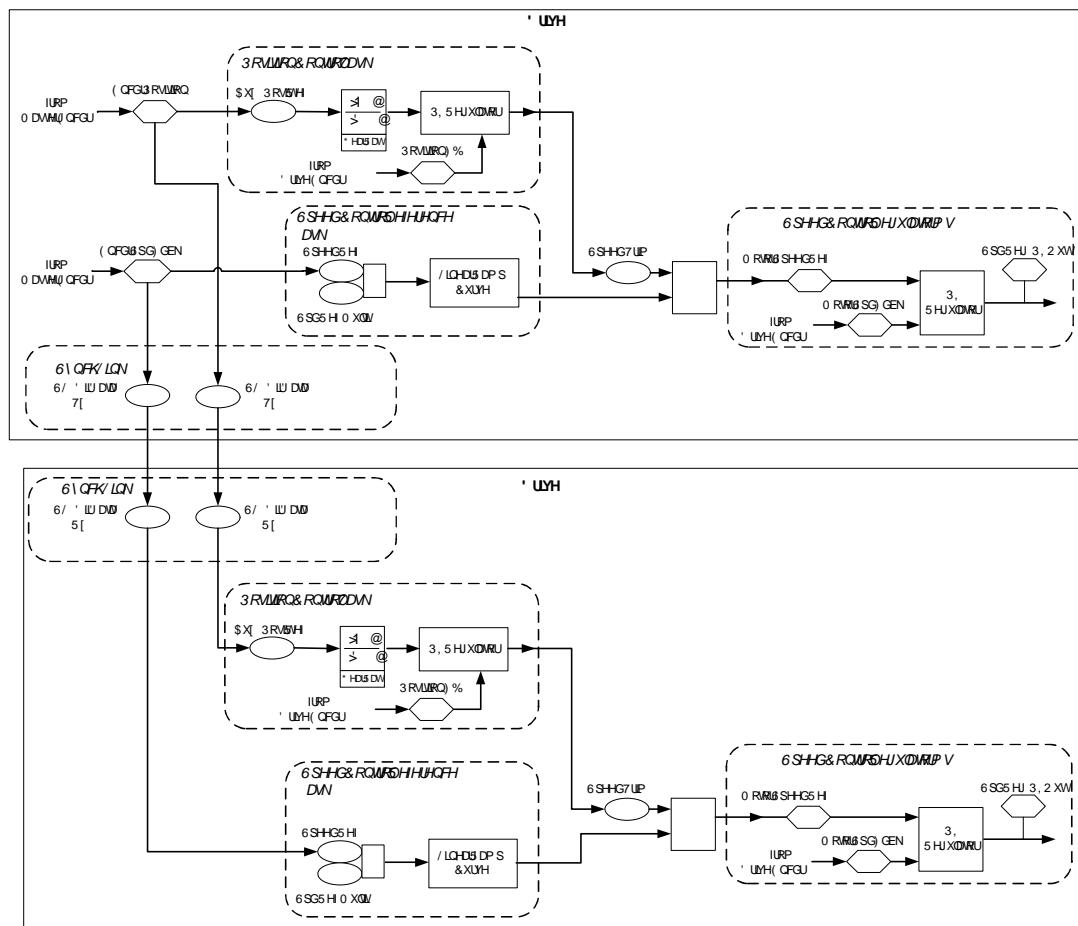

图 6-16 齿轮比跟随 SynchLink 功能的逻辑框图
1. 实验背景：在主从齿轮比多变频器系统中，带有 SynchLink 功能的 PowerFlex ® 700S Phase II 是一款性能非常杰出的控制设备。SynchLink 功能是在 PowerFlex ® 700S Phase II 中完成的，而不是在 DriveLogix 中，因此 DriveLogix 就无需使用 SynchLink。这样可以大大节约成本并省去了部分的安装工作。在所示的框图中，#1 变频器跟随主编码器（手轮编码器）的位置和速度给定值运行。然后，#1 变频器会将从主编码器反馈回的速度和位置给定值通过 SynchLink 发送到#2 变频器，此时#2 变频器被设定为跟随同一个手轮运动。齿轮比可以根据速度和位置的不同而设定为不同的值。齿轮比跟随 SynchLink 功能的逻辑实现如图 6-16 所示。